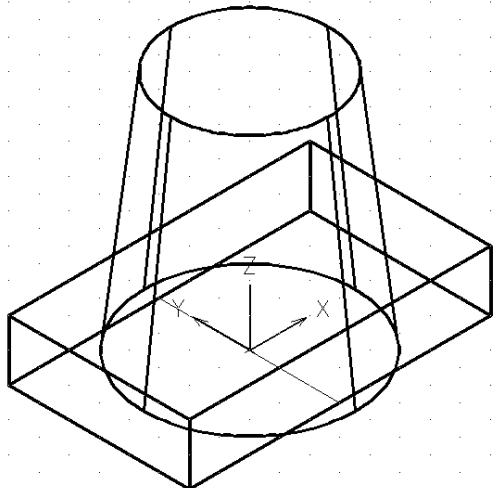

Рис.7
**Строим усеченный конус (рис.7).**